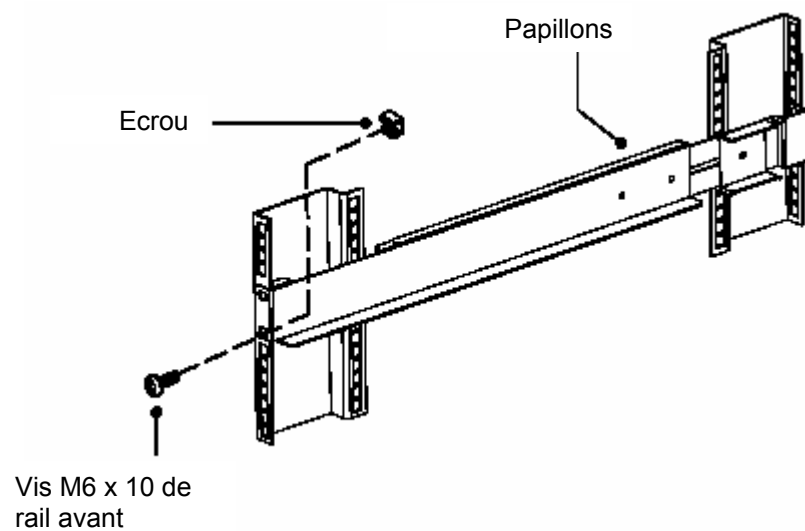

Figure 5 – Fixation du rail avant
7. Fixer uniquement le trou inférieur du rail à l'avant du rack avec 1 vis M6 x 10 et 1 écrou (voir Figure 5).